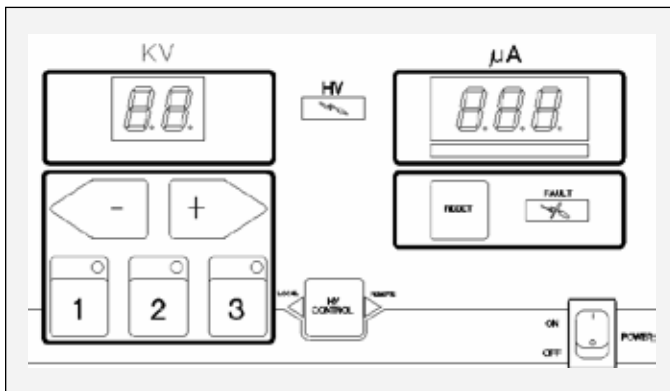

Figura 3: Interfaz del operador del Controlador 9060
El Controlador 9060 que se muestra en la Figura 3, tiene una interfaz del operador simple que consta de siete LED (diodos luminiscentes), un (1) interruptor de alimentación, siete (7) botones, un (1) gráfico de barras con LED de corriente y dos (2) pantallas que contienen visualizadores de siete segmentos.
Este botón, que se muestra en el centro de la Figura 3, no es funcional en unidades de pistola.